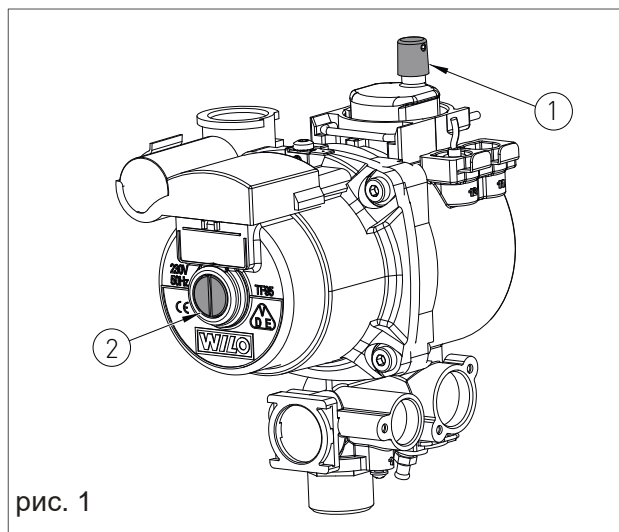

рис. 1
- › Котел в упаковке установите на пол(рис. 1-A) и снимите крепления.Потяните четыре клапана коробкинаружу.
- › Придерживая оборудование рукой,поверните его на 90о (рис. 1-B).
- › Поднимите коробку (рис. 1-C) и снимите защиту (рис. 1-D).
Чтобы обеспечить обслуживающему персоналу доступ к внутренним деталям оборудования, при установке учитывайте минимальные технологические расстояния (см. рис.1).
2. Немного ослабьте колпачок автоматического воздухоотводчика (поз. 1 на рис. 1) для сброса воздуха из системы;
6. Отверните колпачок насоса (поз. 2 на рис. 1), чтобы удалить пузырьки воздуха и снова закройте колпачок, чтобы не допустить утечки;